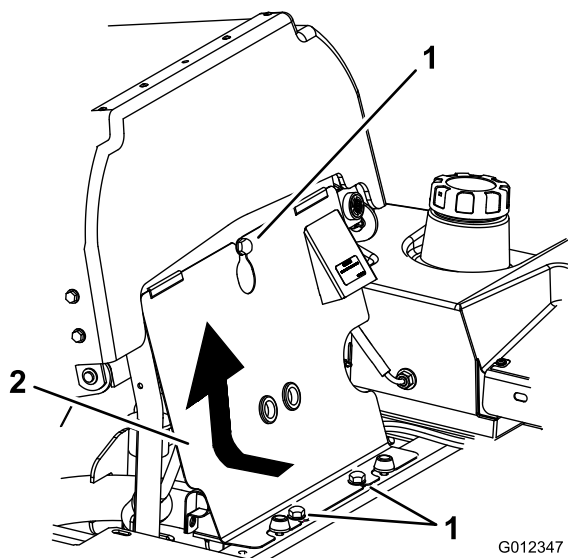

Figura 72
3. Incline o banco para a frente, desaperte os parafusos e retire o painel dianteiro do motor (Figura 72).